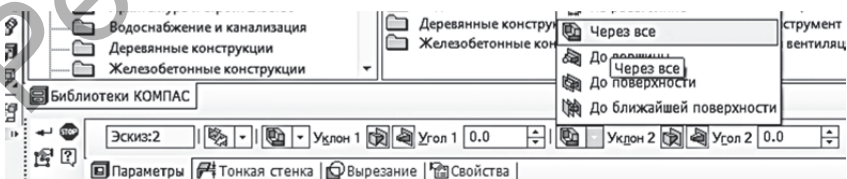

Рисунок 2.11
11. Чтобы завершить создание модели, на инструментальной панели щёлкните на кнопке «Вырезать выдавливанием», на панели свойств задайте параметры «Два направления» и «Через все» (рис. 2.11).